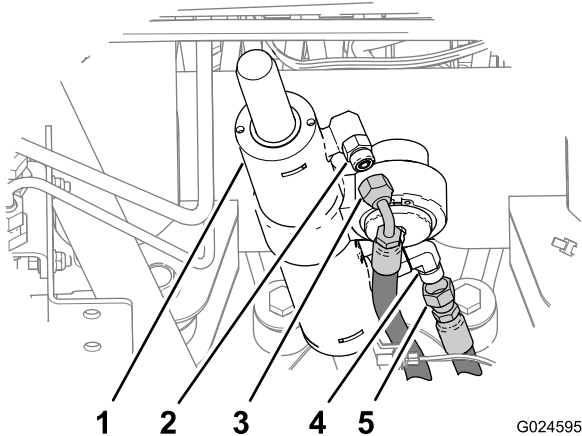

図 20
- ステアリングシリンダの収縮側ポートについている 90°油圧フィッティングから収縮動作用ホースを外す 図 20。
- ステアリングシリンダの伸長側ポートについているストレートフィッティングから伸長側ホースを外す 図 20。
- ステアリングシリンダの伸長側ポートのストレートフィッティングに、伸長側ホースを取り付ける 図 20と 図 24。
- 収縮側ホースを、90°油圧フィッティングステアリングシリンダの収縮側ポートに取り付ける 図 20と 図 24。